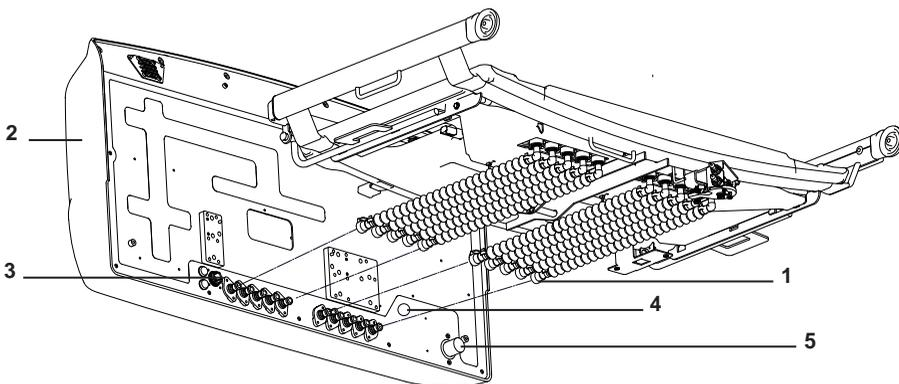

Figura 4: conexión de mangueras neumáticas a la unidad de control del colchón
14. Conecte las mangueras neumáticas (figura 4, elemento 1) a la unidad de control del colchón de aire (2); asegúrese de que las juntas tóricas queden situadas en los puertos de conexión. Las mangueras neumáticas se conectan justo enfrente del conjunto de la válvula de descarga, a través del travesaño de la extensión de los pies, hasta la unidad de control del colchón de aire, de izquierda a derecha o de derecha a izquierda. Cuando los conectores de aire estén totalmente conectados, se escuchará un chasquido característico.
15. Conecte el cable de alimentación CA (figura 4, elemento 3), el cable de RCP (4) y el cable de comunicación (5).